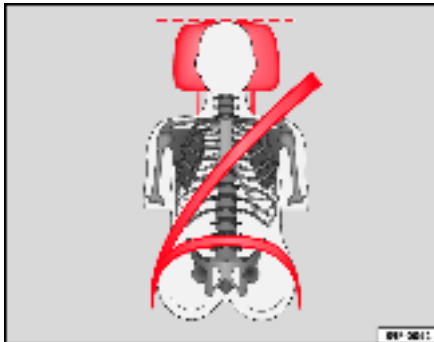
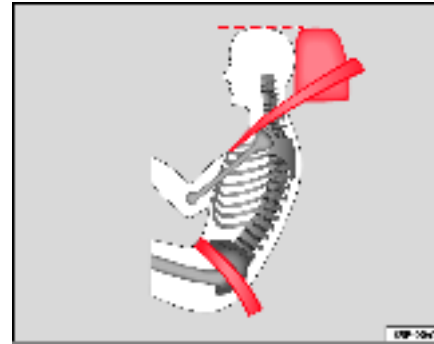

Fig. 91 Vue de face : appuie-tête et ceinture réglés correctement
Fig. 92 Vue de côté : appuie-tête et ceinture réglés correctement
- Ajustez l'appuie-tête de sorte que le bord supérieur de celui-ci soit à la même hauteur que la partie supérieure de la tête, et au minimum à la hauteur des yeux ⇒ fig. 91 et ⇒ fig. 92.